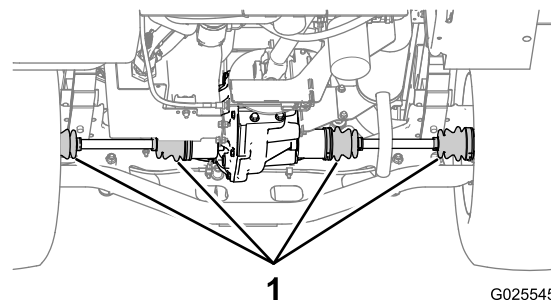

Figura 76
2. Verifique se há danos e lubrificante a derramar nos foles das juntas homocinéticas nos eixos traseiros (Figura 76).